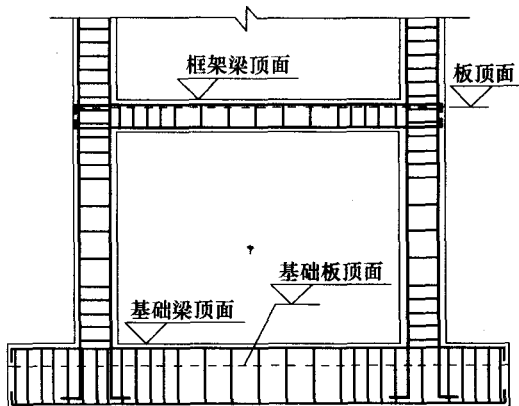

图 1-11 示意图
1.1.8.1 基础 (或基础梁) 是柱的支座 (见图 1-11)